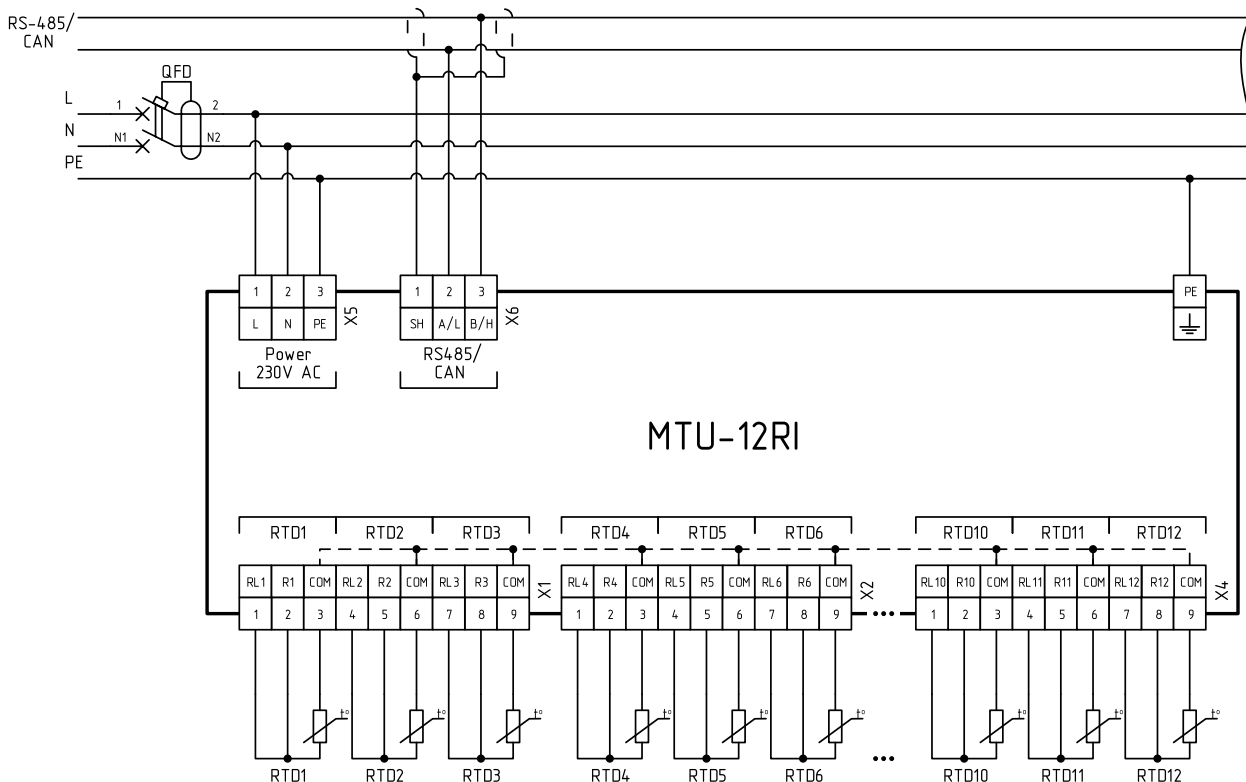

Рисунок 3 – Схема подключения устройства
4.3.2 Подключение устройства к измерительным и сигнальным цепям проводить в соответствии со схемой подключения, приведенной на рис. 3;